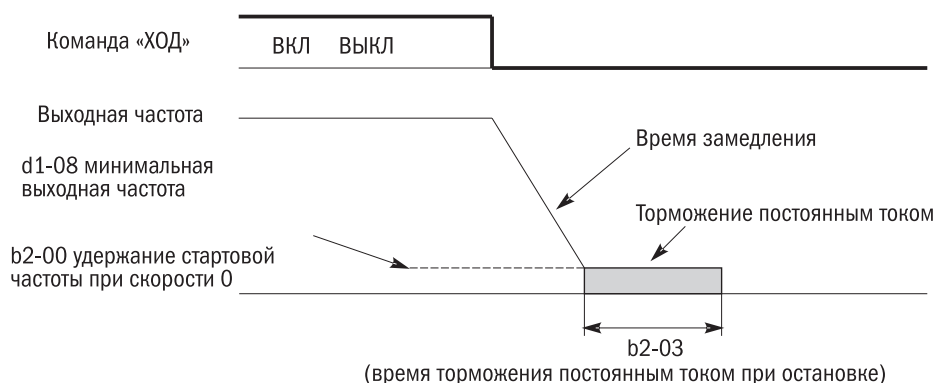

Рисунок 46. Замедление для остановки
- Для регулирования напряжения/частоты при разомкнутом, замкнутом контуре, векторном управлении разомкнутым контуром и векторным управлением разомкнутым контуром PM: если выходная частота падает ниже значения b2-00, включается система торможения постоянным током на время, установленное в b2-03. См. рисунок 46.